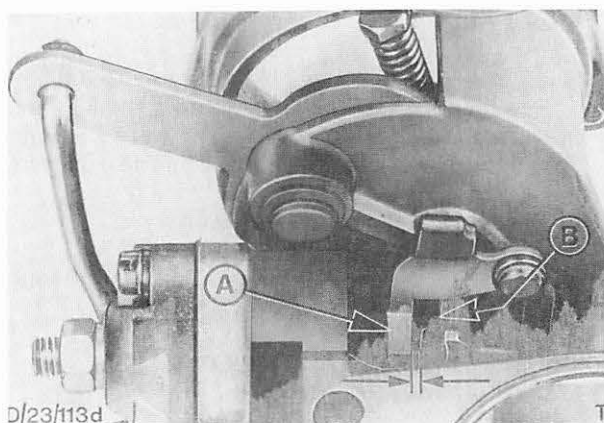

Abb. 141 Abstand – Dämpfungsfeder prüfen
- c) Abstand zwischen der Dämpfungsfeder B und dem Zwischenhebel A (Abb. 141) mit einem Meßdorn oder Bohrer (Durchmesser, siehe Technische Daten) prüfen.